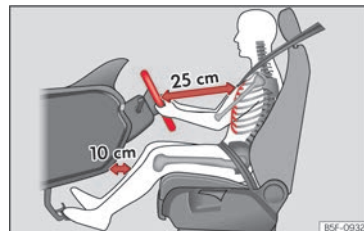

Abb. 16 Der richtige Abstand des Fahrers zum Lenkrad muss mindestens 25 cm (10 Zoll) betragen.
- Lenkrad so einstellen, dass der Abstand zwischen Lenkrad und Brustbein mindestens 25 cm (10 Zoll) beträgt »» (Abb. 16) und das Lenkrad mit beiden Händen und leicht gebeugten Armen seitlich am äußeren Rand festgehalten werden kann.